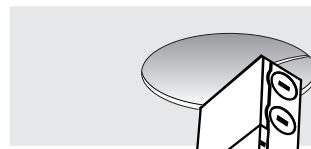

Figure 3
1. Connectez le appareil au la boîte de raccordement par l'insertion et en tournant les connecteurs mâle/femelle. Choisissez la température de couleur souhaitée (Figure 3)